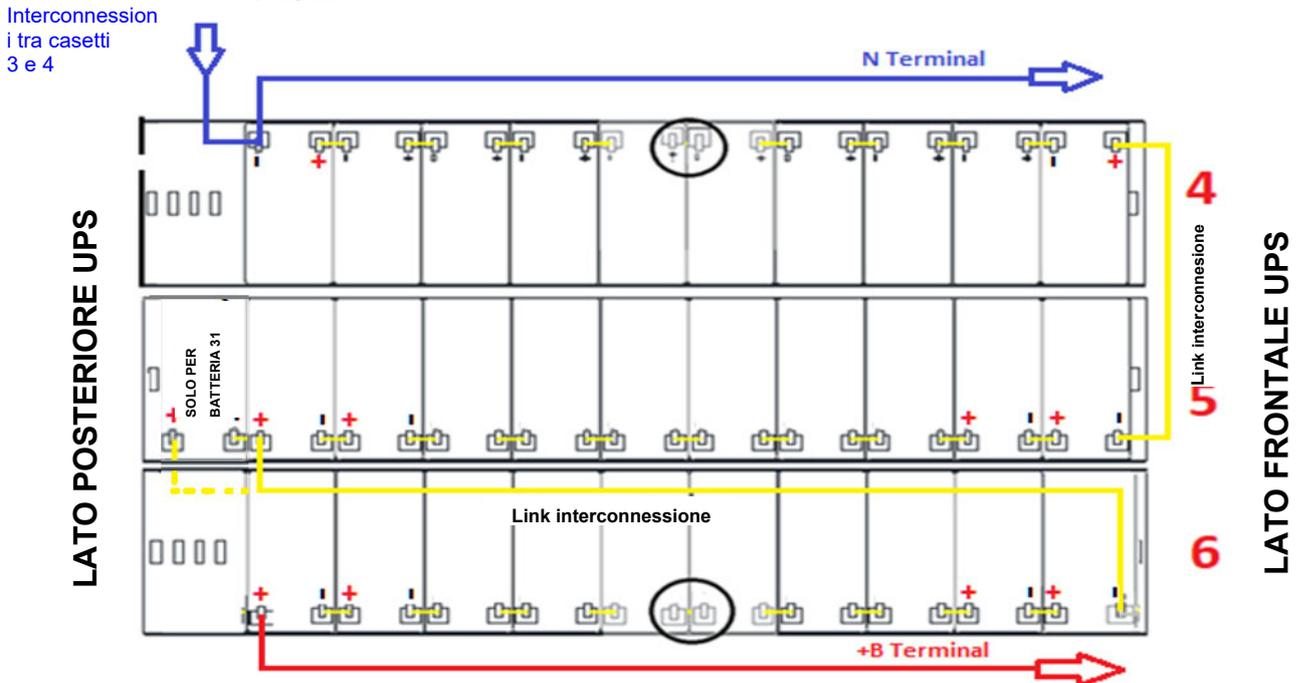

Figura 17 - Vista dall'alto Piano N°2 con connessioni batterie
8) Cablare il piano n°2 come indicato nella figura 17. **Lasciare scollegati i ponticelli cerchiati.** 9)